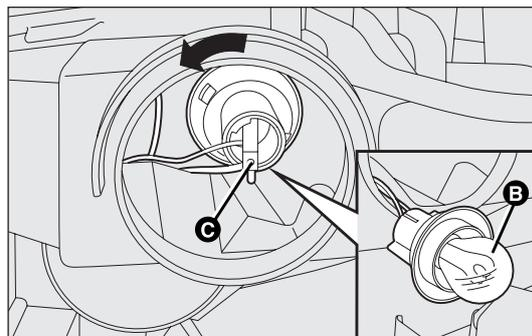

fig. 153
- ruotare in senso antiorario il portalamпада C-fig. 153 ed estrarlo;
- estrarre la lampada B-fig. 153 spingendola leggermente e ruotandola in senso antiorario;